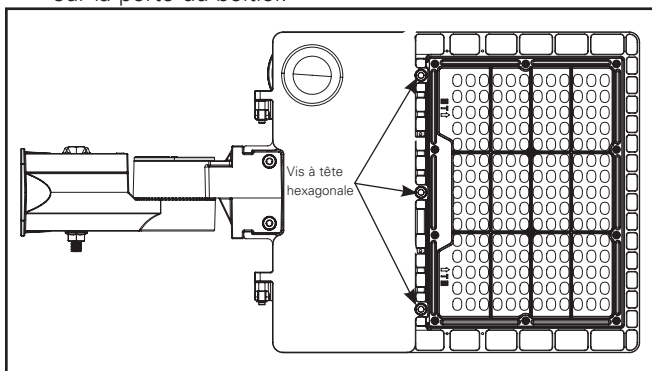

Figure 1.
1. Ouvrez la porte du luminaire en desserrant les trois vis à tête hexagonale (figure 1). Pas besoin de retirer complètement les vis à tête hexagonale, il y a un anneau en caoutchouc sur chaque vis pour la maintenir sur la porte du boîtier.